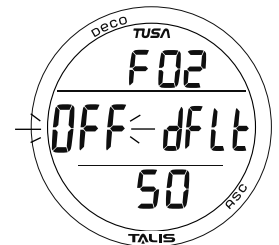

Abb. 29 - FO2-GRUNDEINSTELLUNG 50%
**Die EINSTELLUNG GAS 2 entspricht der Einstellung für Gas 1.****EINSTELLUNG DER FO2-GRUNDEINSTELLUNG 50%**, Informationen beinhalten (Abb. 29):